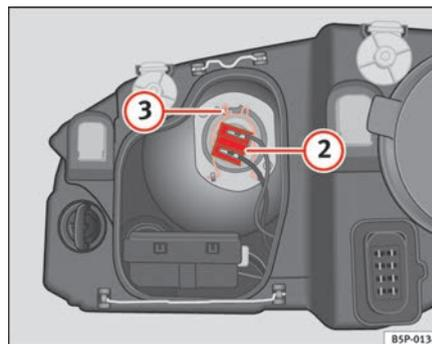

Abb. 185 Abblendlicht
- Ziehen Sie den Stecker ⇒ Seite 264, Abb. 185 ② von der Lampe ab.
- Die Haltefeder ⇒ Seite 264, Abb. 185 ③ durch Eindrücken und Rechtsdrehung abnehmen.